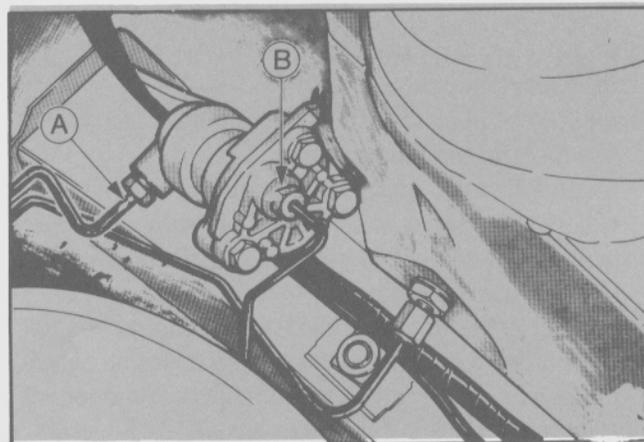

Fig. 42 - Fijación de la válvula inercial.
- Desacoplar los niples de conexión de las tuberías hidráulicas (Fig. 42).